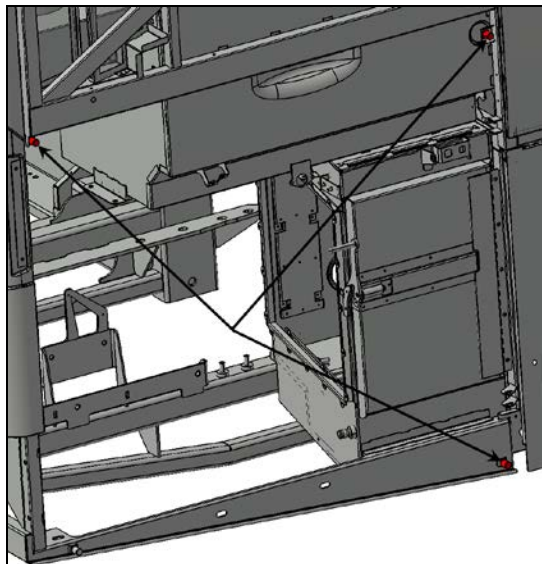
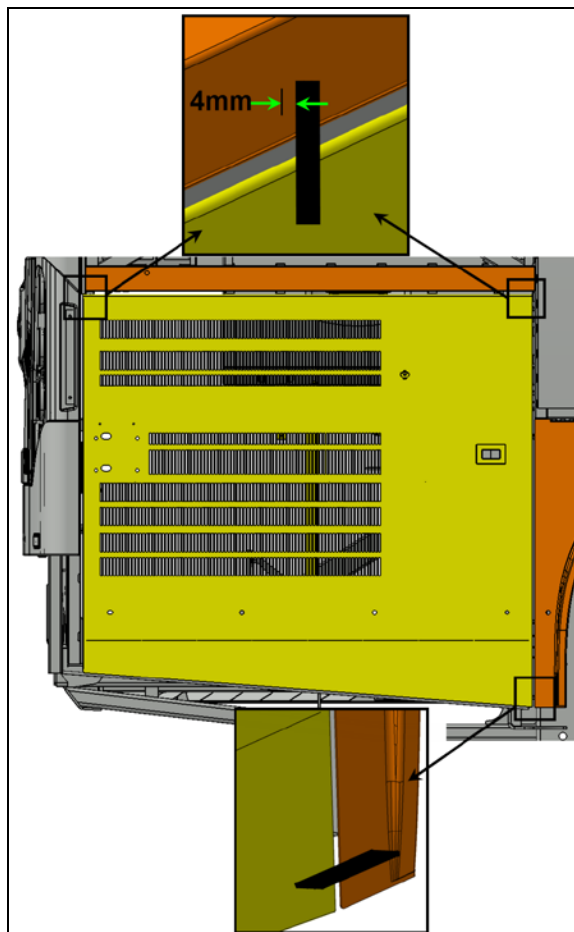

FIGURE 62:
FIGURE 63:
19. Visser ou dévisser les butées supérieures afin que la partie supérieure de la porte excède le panneau supérieur de $5/32''$ à $3/16''$ (4mm à 5mm) (Voir Figure 62: et Figure 63:).